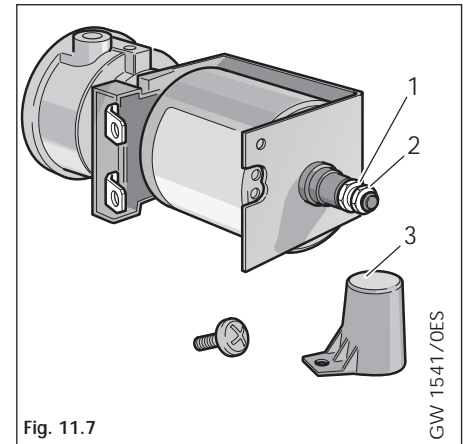

Fig. 11.7
- Girar la tuerca de ajuste (1, fig. 11.7) con la ayuda de una llave hexagonal de 9mm.
- Girar la tuerca de ajuste (1, fig. 11.7) con la ayuda de una llave hexagonal de 7 mm.
- Montar la tapa de protección (3, fig. 11.7) y fijarla con su tornillo.